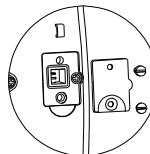

Figura 4-2. Piedini LFT.
2. Rimuovere il coperchio di sicurezza sotto la bilancia e accedere ai due piedini situati in un alloggiamento (vedere la Figura 4-2). Accorciare i piedini (è possibile utilizzare un cacciavite a lama piatta) e contemporaneamente accendere la bilancia. La bilancia esegue la procedura di avvio, quindi nel display viene visualizzato lo stato corrente [LFE 0FF] (LFT OFF, sbloccato) o [LFE 0FI] (LFT ON, bloccato). Premere il tasto 'No' per modificare tale impostazione oppure premere il tasto 'Yes' per confermarne lo stato.